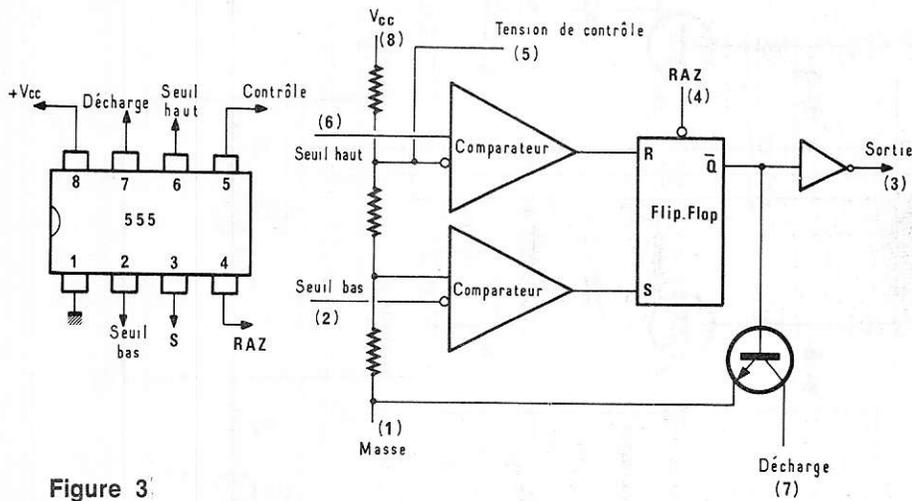

Figure 3
**figure 3** pour ceux qui désirent approfondir le schéma.
Une 2e touche RAZ met la borne 4 de  $IC_2$  à l'état « 0 » lorsqu'on appuie dessus. Cette borne 4 remet à zéro le flip-flop de  $IC_2$  (voir figure 3).